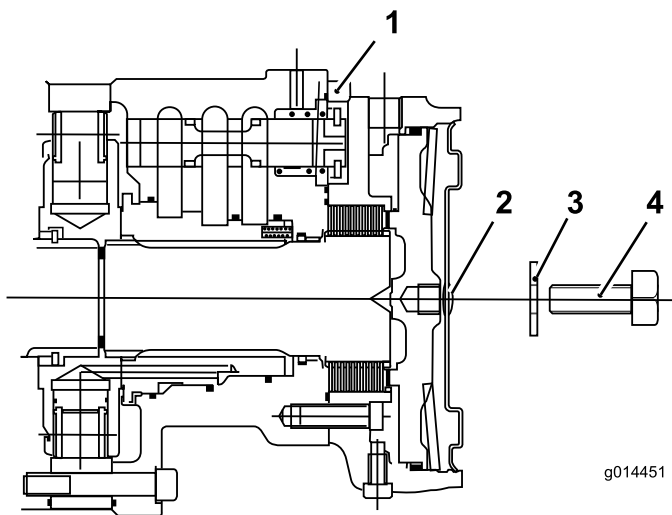

Figura 48
1. Retire el perno (12 x 40 mm) y la arandela (12 mm) del taladro en el centro de la placa del extremo del motor (Figura 48).